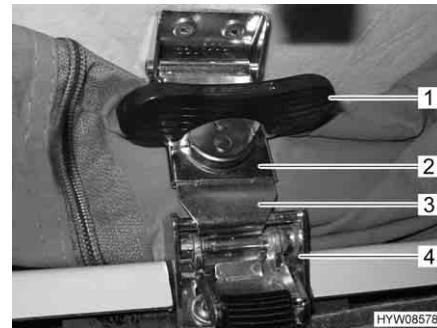

Fig. 20 Chiusura rapida
- Aprire sui due lati la linguetta di sicurezza (Fig. 20,1) della chiusura rapida (Fig. 20,2).
- Ruotare di mezzo giro in senso antiorario la linguetta e di sicurezza e sganciare il passante di sostegno (Fig. 20,3) dalla piastrina di sostegno (Fig. 20,4).
- Tirare verso il basso sui due lati la chiusura rapida (Fig. 20,2) e agganciare il passante di sostegno (Fig. 20,3) nella piastrina di sostegno (Fig. 20,4).
- Ruotare la linguetta di sicurezza (Fig. 20,1) sulla chiusura rapida (Fig. 20,2) in senso orario di mezzo giro e aprirla.